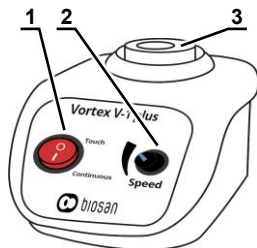

Рисунок 1.
5.2. Мягко удерживая верхнюю часть пробирки, прижмите её к головке вортекса (рис. 1/1). При вращении ротора, контролируйте интенсивность перемешивания, изменяя давление на пробирку.
5.3.1. Переведите переключатель (рис. 1/1) в положение **I (Continuous)**.
5.3.2. Ручкой **Speed** (рис. 1/2) установите желаемую скорость перемешивания.
5.4.2. Ручкой **Speed** (рис. 1/2) установите желаемую скорость перемешивания.
5.4.3. Надавите пробиркой на головку (рис. 1/3) и держите для вортексирования. При поднятии пробирки ротор останавливается.